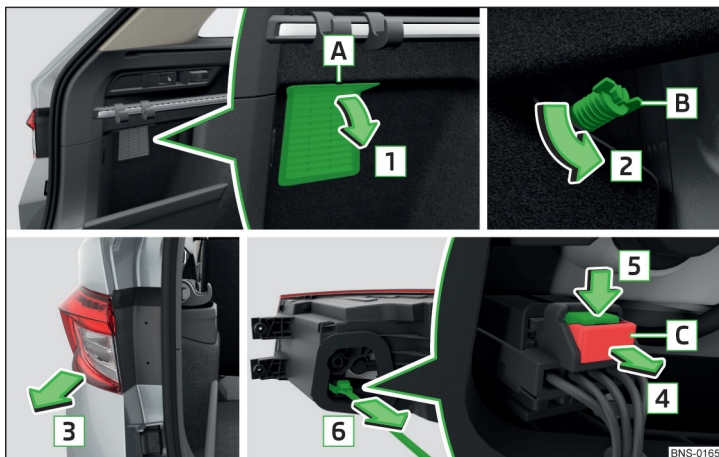

Abb. 380 Leuchte ausbauen / Stecker abziehen
- › Das jeweilige Gitter **A** in Pfeilrichtung **1** abnehmen » Abb. 380.
- › Die Schraube **B** entgegen der Pfeilrichtung **2** einschrauben » Abb. 380.